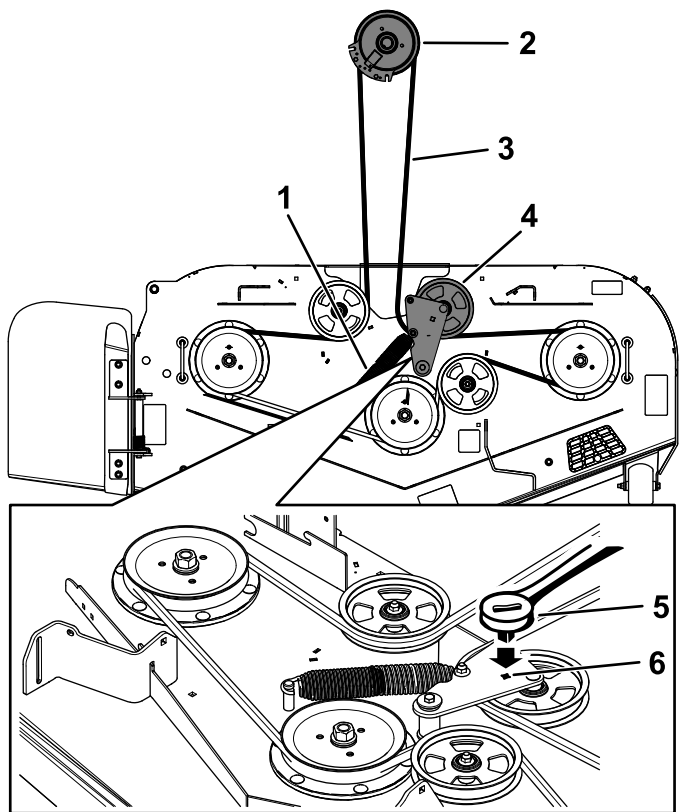

Figura 18
1. Utilice una llave de carraca de $\frac{3}{8}$ " en el orificio cuadrado del brazo tensor para aliviar la tensión del muelle tensor (Figura 18).
14. Instale la correa de la carcasa de corte alrededor de la polea tensora tensada con muelle (Figura 18).